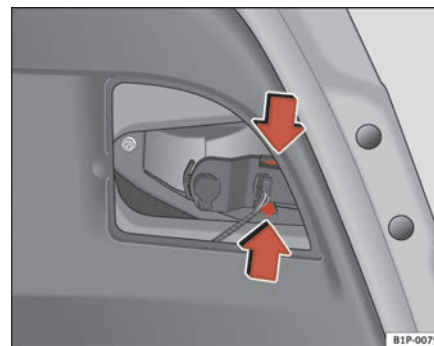

Fig. 168 Desmontaje del portalámparas
- Saque el portalámparas presionando las patillas de sujeción y extráigalo hacia afuera ⇒ fig. 168.